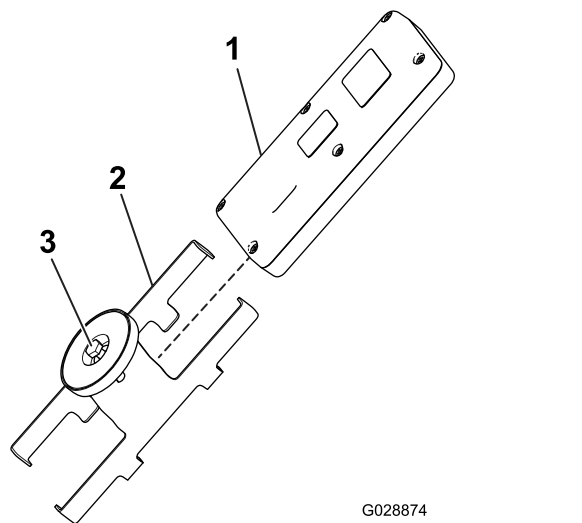

Figura 22
- 5. Monte el control remoto de mano en el soporte magnético remoto, una las dos mitades del soporte y apriete el perno del imán (Figura 22).